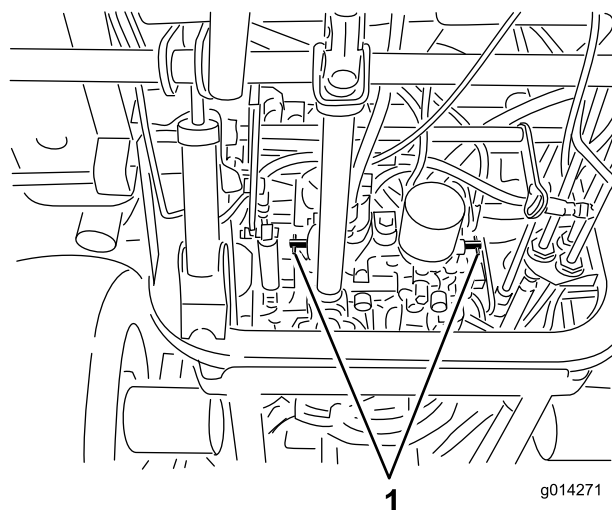

Figura 34
4. Gire las válvulas de desvío una vuelta en el sentido contrario a las agujas del reloj (Figura 34).
Gire cada válvula de desvío una vuelta en el sentido de las agujas del reloj y apriételas a mano (apriete de 8 N-m) aproximadamente (Figura 34).